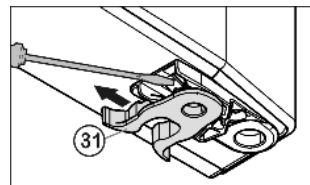

Fig. 7
- ▶ Jousilukitsimen Fig. 7 (31) vaihto: Paina lukitusnokka alas, vedä jousilukitsin sen yli pois.